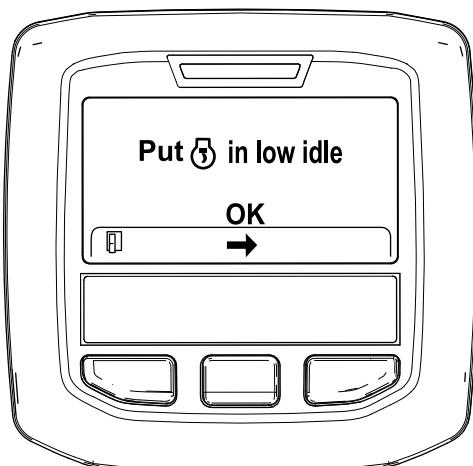

Bild 47
6. Stellen Sie die Gasbedienung in die NIEDRIGE LEERLAUF-Stellung und drücken Sie die mittlere Taste (Bild 47).